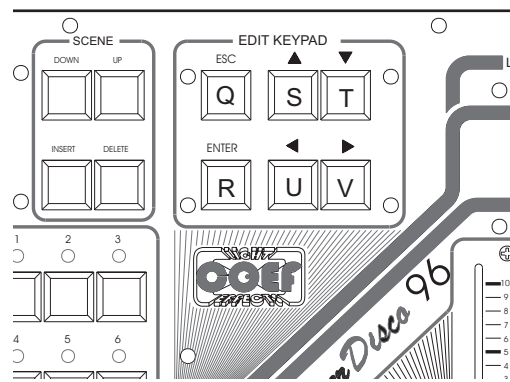
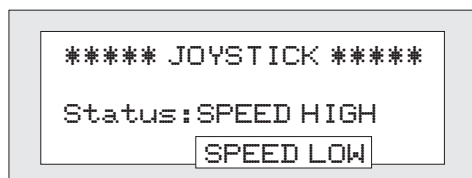

Figure 9
Figure 11
Tutte le impostazioni e le scelte si effettueranno attraverso i pulsanti della sezione **EDIT KEYPAD** (vedi fig.9).
Il tasto ENTER confermerà la scelta o la selezione, il tasto ESC annullerà ogni selezione e riporterà le indicazioni del Display nello stato precedente. La prima fase all'accensione del **Master Disco 96** sarà quella del settaggio dei proiettori collegati alla console e della impostazione dei parametri di funzionamento; con il tasto freccia destra (part. **V** fig.9) porteremo la selezione (le due parentesi quadre lampeggianti) sulla parola **SETUP**; premere **ENTER** (part. **R** fig.9) ed entriamo nella sezione di **SETUP**. Se al **Master Disco 96** (dopo la prima accensione) è stata assegnata una **PASSWORD** di ingresso alle funzioni di programmazione, inserire la **PASSWORD** alla richiesta.
*All the settings will be made by means of the **EDIT KEYPAD** section push-buttons (see fig.9). The **ENTER** push-button will confirm the selection or the choice, the **ESC** push-button will cancel each selection and will restore the Display indications as before. The first stage, after switching on the **Master Disco 96**, will be the setting of the projectors connected to the console and the functioning parameters setting; by means of the right-arrow push-button (part. **V**, fig 9), you will select (moving the two flashing square brackets) the word **SETUP**; press **ENTER** (part. **R**, fig.9) and enter the **SETUP** section. If at the time of the first*
Selezioniamo con il tasto "V" (fig. 9 pag.7) la sezione [SETUP] e confermiamo con ENTER (tasto R).
By "V" push-button (fig.9 pag.7) select [SETUP] section and confirm by ENTER (push-button R).
Premendo **ENTER** (part. **R** fig.9) con la parola [**JOY**] evidenziata tra i cursori lampeggianti, il display (fig. 11) ci fornirà altre indicazioni.
Pushing **ENTER** (part. **R**, fig. 9) with the word [**JOY**] between flashing brackets, the display (see fig. 11) will give you other indications and requests.
Pressing **ESC** you will exit from "JOY" (part. **Q**, fig.9).